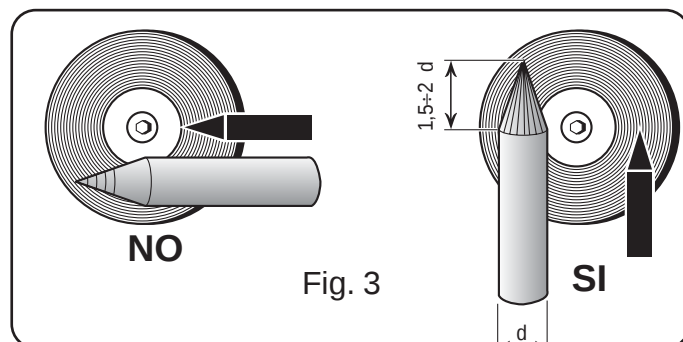

Fig. 3
Man skal være specielt omhyggelig under forberedelse af elektrodespiden. Slib spidsen så den får en lodret linjering, som vist på fig. 3.
- Profiler yderenden på tungstenselektroden til en konisk form med en længde på 1,5 - 2 gange elektrodens diameter. (fig. 3)